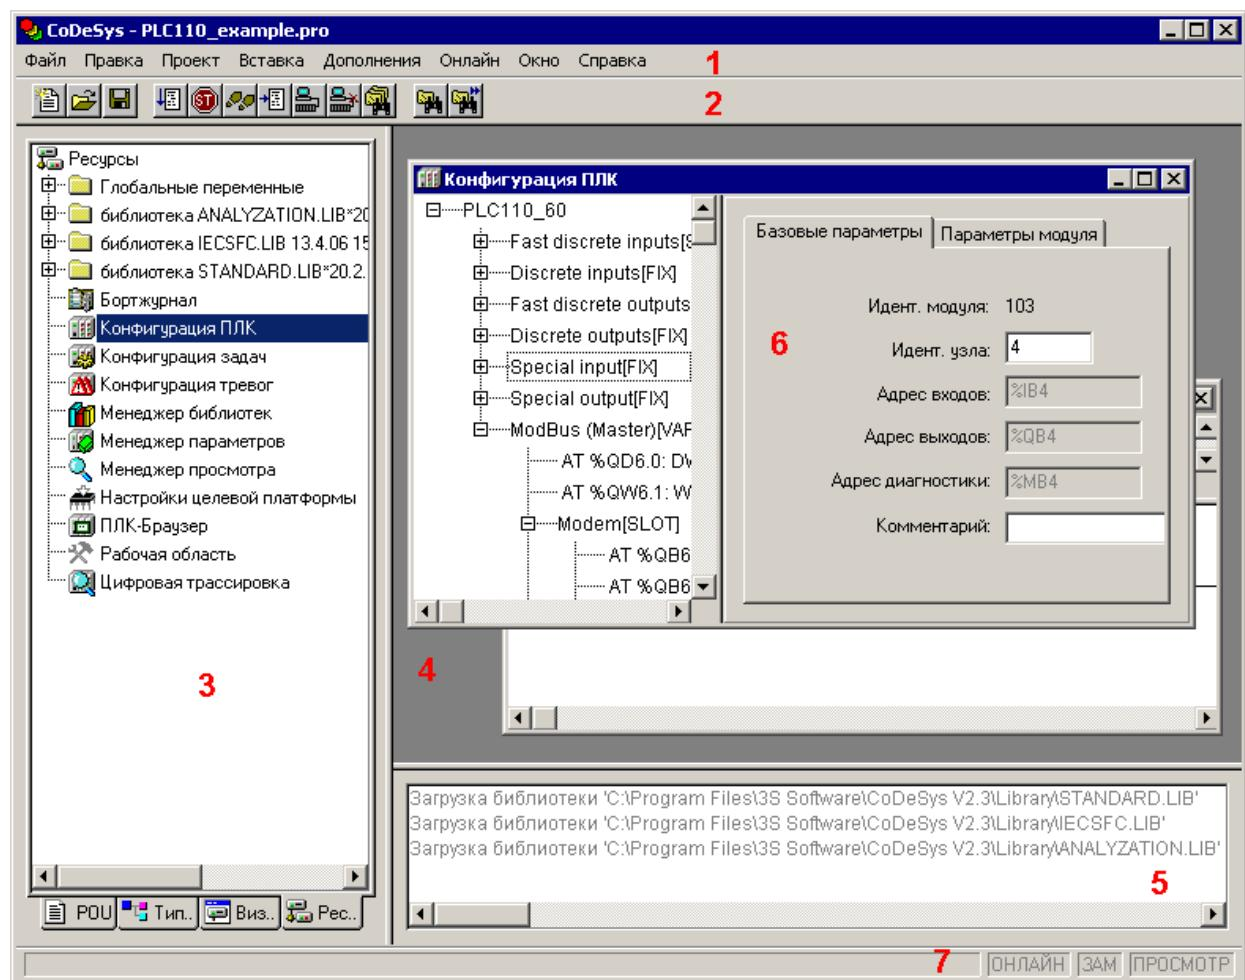

Рисунок 3.3 – Главное окно ПО CoDeSys
После запуска ПО CoDeSys открывается Главное окно программы (см. рисунок 3.3).
- 2) В открывшемся главном окне ПО CoDeSys (рисунок 3.3) – вызвать команду **«Файл | Новый (File | New)»** главного меню или нажать кнопку **«Новый (New)»** () панели инструментов.